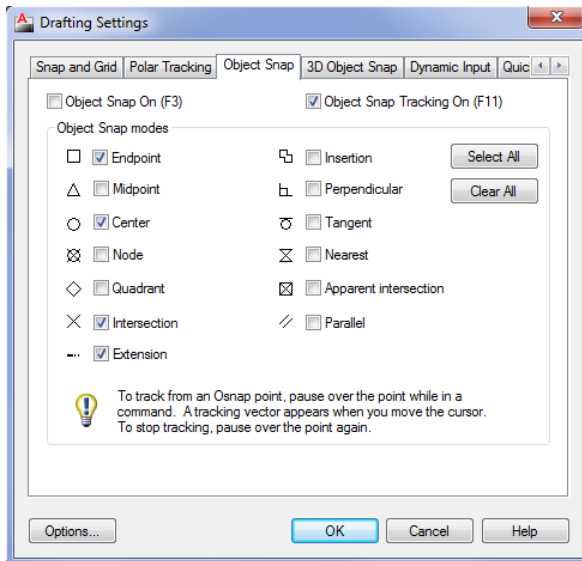

Рисунок 1.16 – Вигляд закладки включення прив'язок
- шар “Розміри” – колір **синій**, тип лінії – **Continuous** (суцільна) (рис. 1.16).